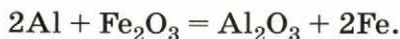

Рис. 96. Взаимодействие натрия с водой, в которую добавлен фенолфталеин
1. Взаимодействие щелочных и щёлочноземельных металлов с водой (рис. 96):